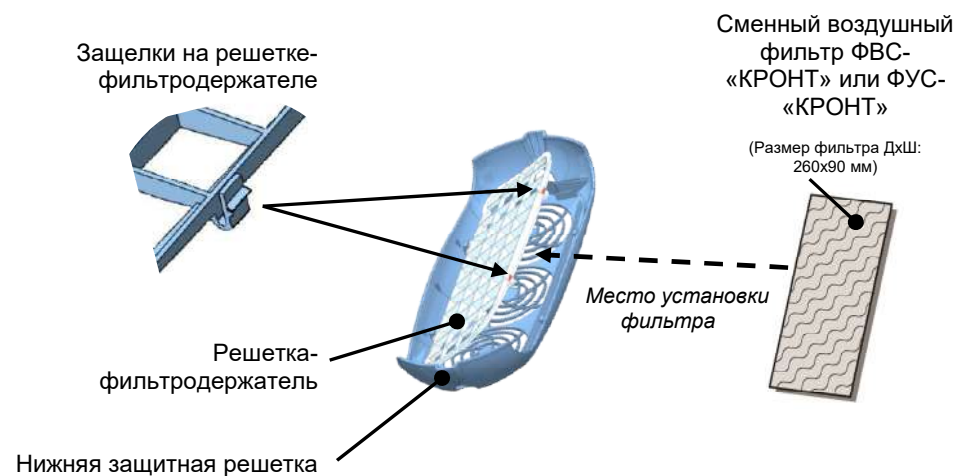

Рис.4
- Снять **решетку – фильтродержатель**, одновременно нажав на защелки (рис.4), и извлечь использованный фильтр, соблюдая правила обращения с инфицированными материалами (рис.4).
- Установить новый фильтр, закрепив его решеткой-фильтродержателем на нижней защитной решетке рециркулятора (рис.4).